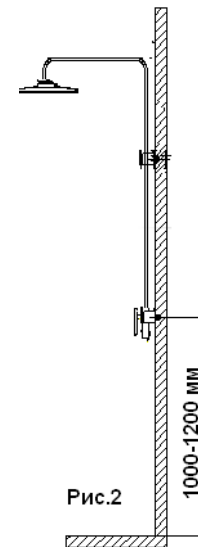

Рис.2
1. Расстояние между центром выводов труб с холодной и горячей водой на стене и полом должно быть 1000 ~ 1200мм. Замерьте расстояние между центром выводов труб с холодной и горячей водой. Линия между центром выводов труб и центром крепления верхнего кронштейна должна быть строго вертикальная (рис.2).
5. Просверлите в стене отверстие для крепления душевой штанги в соответствии с рис.2 и с учетом замеренного расстояния от центра выхода воды на смесителе до верхнего кронштейна на штанге, вставьте в стену дюбель и с помощью самореза, входящего в комплект кронштейна, прикрепите кронштейн /3/ к стене.